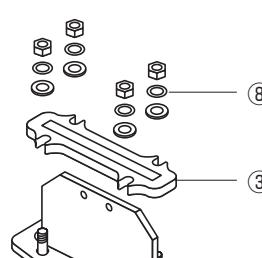

図 33
4. グランドの取り外し：ボルト・ナット⑧を外し、グランド③を取り外します。(図 33)